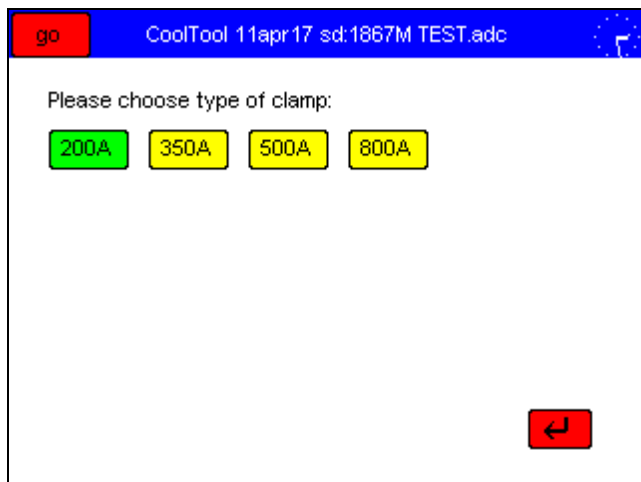

Bild 4.1
2. Aus der Auswahlliste die entsprechende Stromzange auswählen und mit  bestätigen. *Bild 4.1*